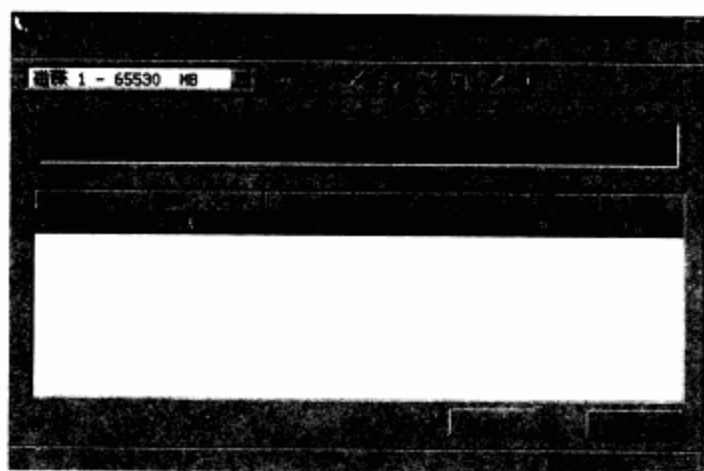

图4-98 单击“执行”按钮
**步骤 10** 所有的分区都删除完后，单击“执行”按钮，如图4-98所示。